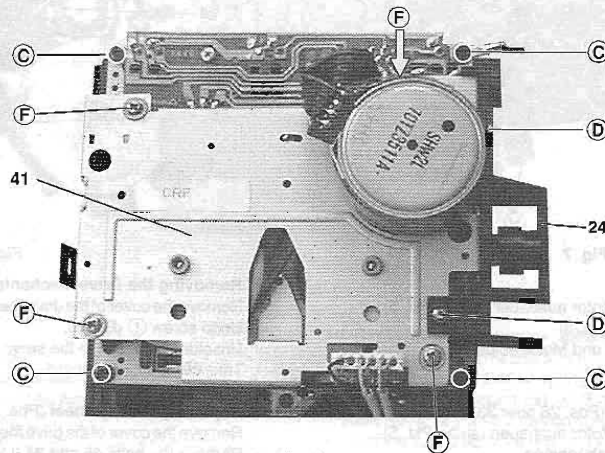
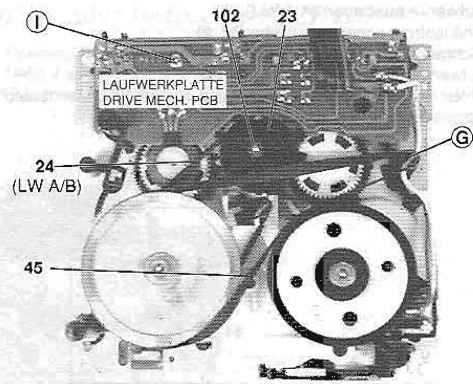

Fig. 4
Fig. 8
- 4 Schrauben © je Laufwerk herauserschrauben (Fig. 4).
- Undo 4 screws © on either drive mechanism (Fig. 4).
- 2 Schrauben © je Bremse herausdrehen (Fig. 4 und 5).
- Undo 2 screws © of either brake (Figs. 4 and 5).
- 4 Schrauben © herausdrehen (Fig. 4).
- Laufwerkabdeckung 41 (Fig. 4) mit Motor abnehmen, achten Sie dabei auf die Scheibe 102 (Fig. 8).
- Undo 4 screws © (Fig. 4).
- Remove the cover 41 (Fig. 4) from the drive mechanism with the motor, take care of the washer 102 (Fig. 8).
- Schraube ① herausdrehen (Fig. 8).
- Undo screw ① (Fig. 8).